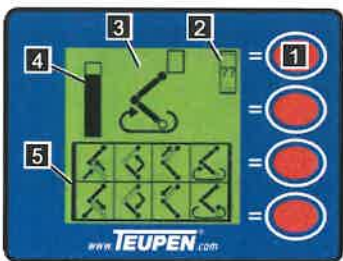

Abb. 66
In der Betriebsart Bühnenfunktion werden mit den unteren 8 Piktogrammen (Abb.66/5) die aktuell möglichen Bewegungen, die mit den Bedienhebel angesteuert werden können, dargestellt. Beim Erreichen eines Endanschlags einer Bühnenfunktion wird ein großes Piktogramm (Abb.66/3) für die begrenzte Bewegung eingeblendet. Zusätzlich signalisiert ein Bargraph (Abb.66/4) den verbleibenden Abstand zum Endanschlag.
Bei der Wahl einer unzulässigen Bewegung erscheint ein Hinweiszeichen (Abb.66/2).
1. Den entsprechenden Hinweis mit der [Funktionstaste] (Abb.66/1) aufrufen.